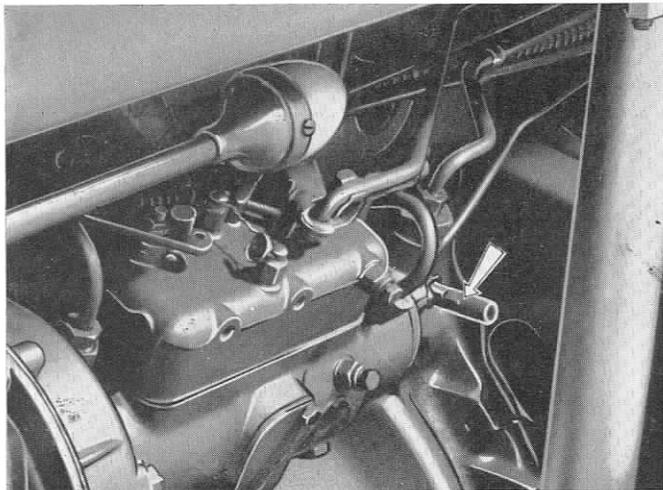

FIG. 46
- le robinet du bloc moteur (côté gauche) (fig. 46),